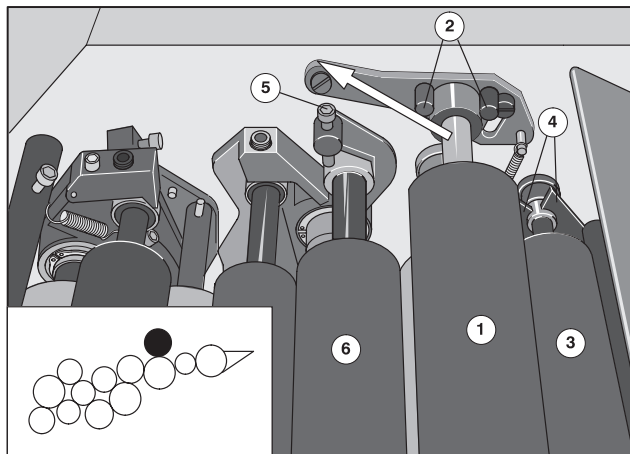

Рис. 12 Демонтаж грузового валика
- ❶ Вытащите грузовой валик (Рис. 12/❶) в направлении стрелки под стопорным винтом (Рис. 12/❷).
- ❶ Вытащите красочный передаточный валик (Рис. 12/❸) с обеих сторон за цапфы вверх из зажимов (Рис. 12/❹).
- ❶ Нажмите на рычаг на стороне привода (Рис. 12/❺) и на стороне обслуживания в направлении красочного ящика.
- ❷ Выньте 1-ый передаточный валик (Рис. 12/❻).